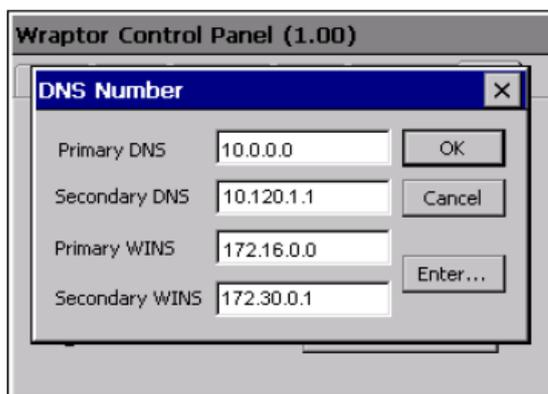

Рисунок 23. Ввод адреса сервера DNS/WINS
- ◆ Появится диалоговое окно *DNS Number* (Рисунок 23).